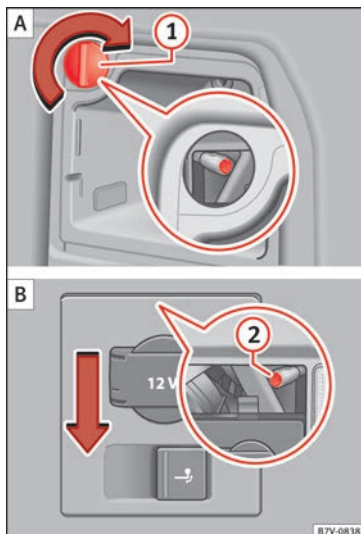

Fig. 114 Sur le côté du coffre : démonter les feux arrière gauche et droit. ① retirer le capuchon ; ② vis de fixation.
3.	Tournez le capuchon ① de 90° dans le sens de la flèche et retirez-le.
4.	Desserrez la vis de fixation » fig. 114 ② avec le tournevis inclus dans l'outillage de bord » page 86. La vis restera assurée dans sa position.